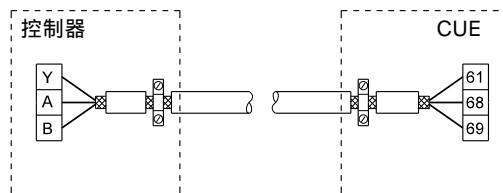
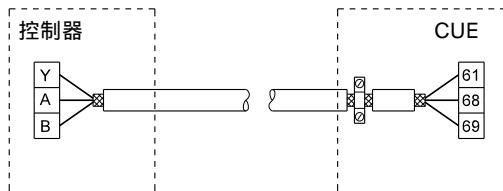

图 39 举例说明一个三芯总线电缆两端带屏蔽
图 40 举例说明一个三芯总线电缆带屏蔽连接到CUE (控制器无电缆夹)
- 对于电机电缆和信号电缆, 分别在它们的两端将屏蔽连接到框架。见图39。如果控制器没有电缆夹, 则仅将屏蔽连接到CUE。见图40。